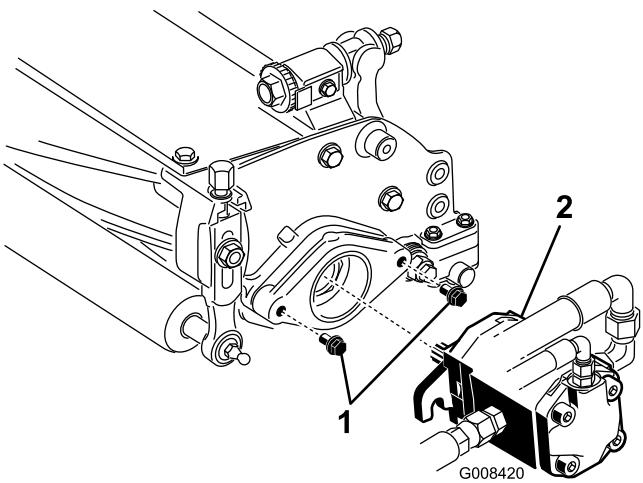

図 18
10. リールモータを固定するための取り付けねじを各カッティングユニットに取り付けする。各取り付けねじについて、ねじ山が13 mm程度突き出るようにする（図 18）。
12. リールモータのシャフトのスライド部にグリスを塗布する。モータを取り付け穴に正対させ、時計方向にひねってスタッドを一回かわし、次に左回りにひねって、キャップスクリュにフランジをしっかりと掛ける（図 18）。
13. 取り付けボルトを締め付ける。（図 18）。